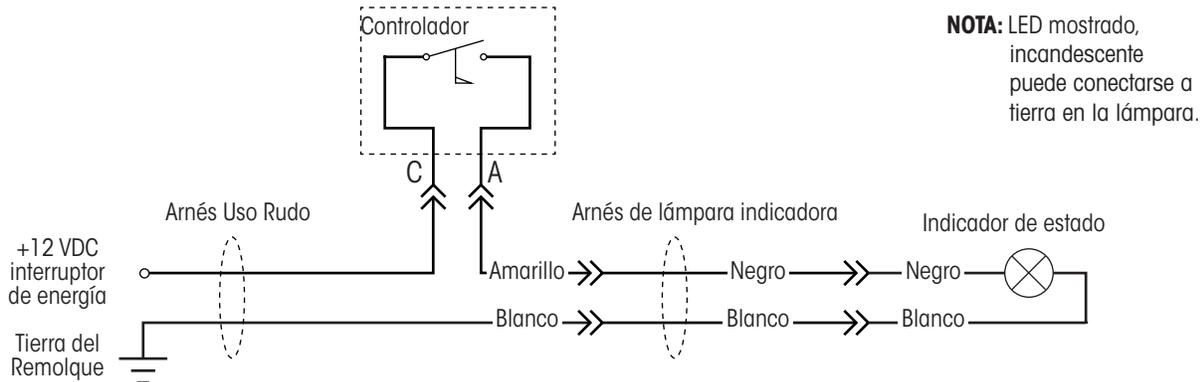

Figura 43: Esquema de conexiones típico para lámpara indicadora
- La Figura 43 muestra un esquema de cableado típico para sistemas TIREMAAX.
Consulte la Figura 43 esquemática antes de continuar.
3. **Conecte** el otro extremo del cable de corriente y tierra de la lámpara indicadora según la Figura 43.